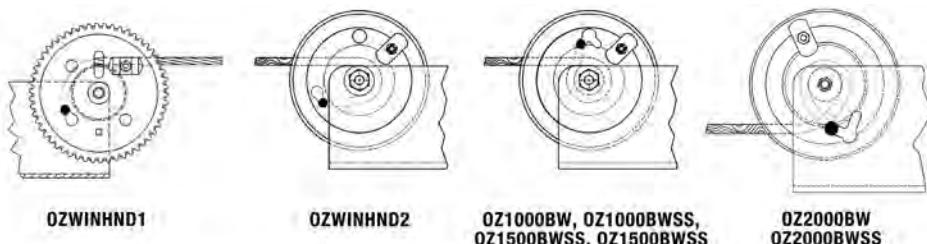

Figure 4.1
7. Enrouler manuellement le câble autour du tambour d'extrémité du treuil au moins quatre fois. Le câble doit être enroulé au moins quatre fois autour du tambour d'extrémité du treuil en tout temps. (Voir la Figure 4.1)